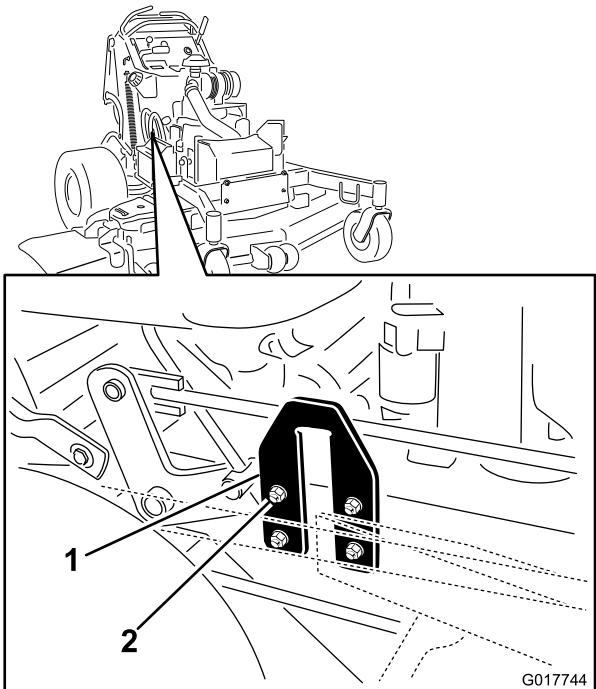

Figure 92
2. Trouvez les plaques en U sur le côté du plancher moteur (Figure 92).
3. Desserrez un côté de la plaque en U et montez ou abaissez la plaque pour réduire la différence entre les valeurs mesurées en **B** et **C** à 6 mm (1/4 po) maximum, comme montré à la Figure 92.